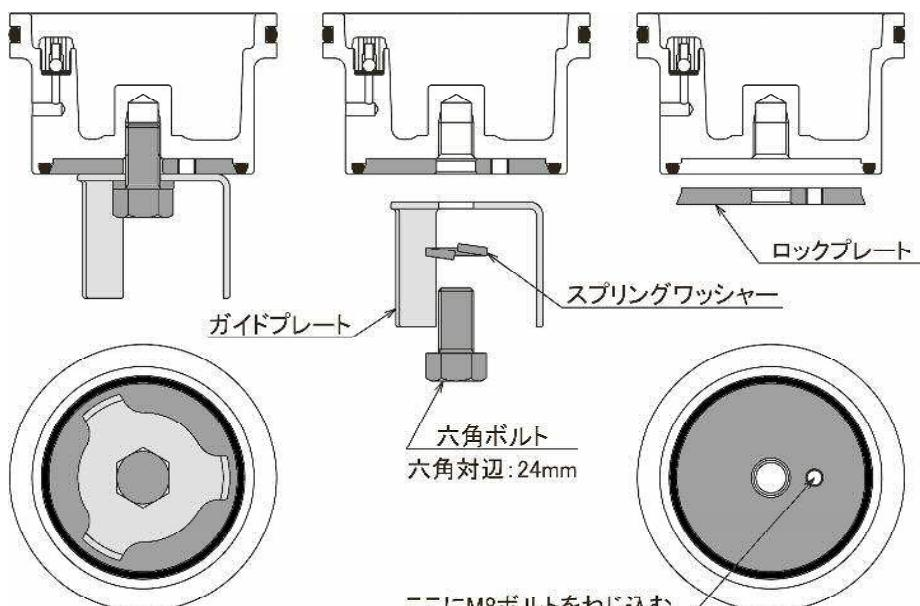

図11
- ・ガイドプレートは、下図11のように、ガイド(脚)がチャッキバルブ側に位置しないよう組立ててください。(ガイドの位置を12ページの図13のようにするため)